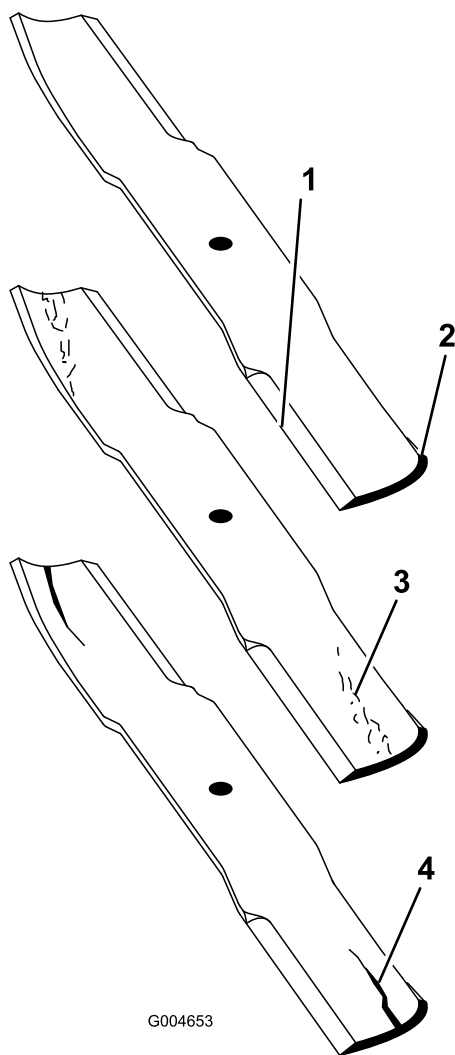

Figura 65
1. Inspeccione as extremidades de corte (Figura 65). Se as extremidades não estiverem afiadas ou estiverem amolgadas retire e afie as lâminas. Consulte Afiar as lâminas.
2. Inspeccione as lâminas, especialmente a área da aba (Figura 65). Se verificar quaisquer danos, desgaste, ou a formação de ranhuras nesta área (Figura 65), instale imediatamente uma lâmina nova.